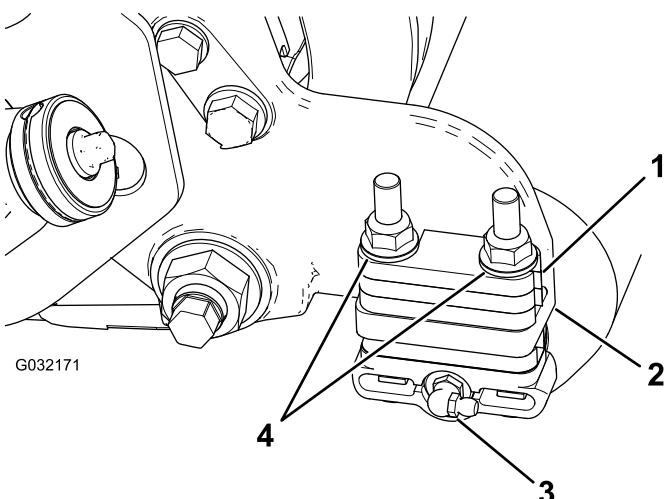

Figure 3
- Déposez le graisseur du rouleau sur le côté de l'unité de coupe sur lequel est fixé le carter de brosse (Figure 3).
6 mm placées au sommet de la bride de montage de la plaque latérale (Figure 3).